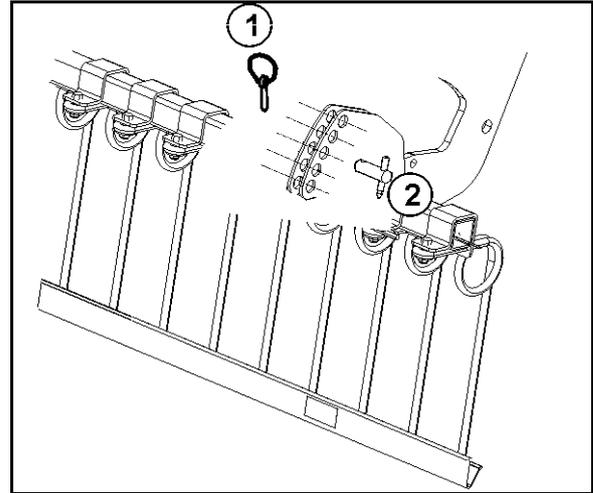

Рис. 31
В задней части **Centaur** можно установить выравниватели (Рис. 31) в качестве дополнительных обрабатывающих блоков.
2. Ослабьте пружинный фиксатор (Рис. 31/1).
3. Переведите регулировочный палец (Рис. 31/2) в нужную позицию.